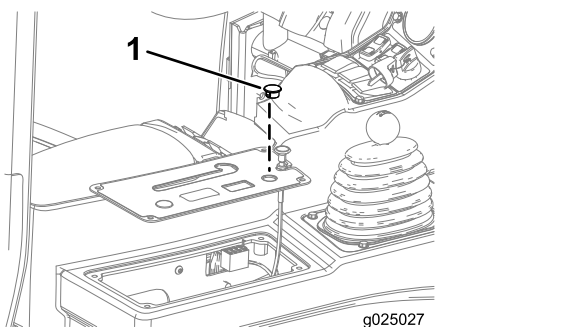

Bild 15
4. Entfernen Sie die runde Blende vorne von der Armaturenbrettabdeckung (Bild 15).